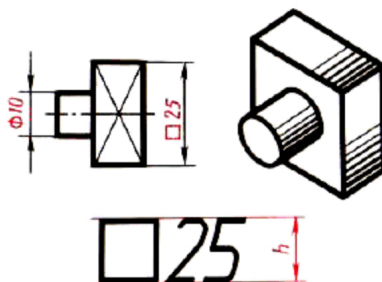

Рис. 32. Нанесение размера квадрата
6. Перед размерным числом, указывающим сторону квадратного элемента, наносят знак "квадрата" (рис. 32). При этом высота знака равна высоте цифр.